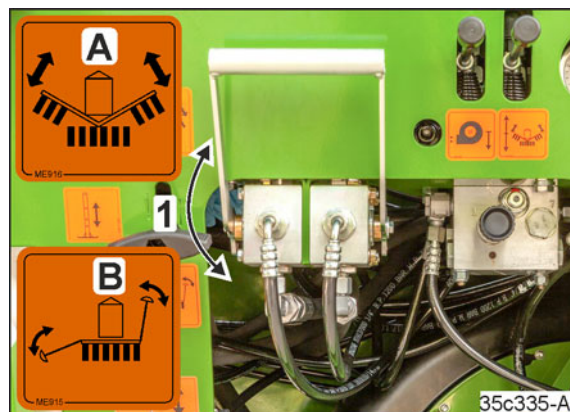

Fig. 223
1. În conexiune cu marcatoarele de urmă, reglați pârghia supapei (Fig. 223/1) în poziția „A”.
1. Reglați pârghia supapei (Fig. 223/1) în poziția „B”.